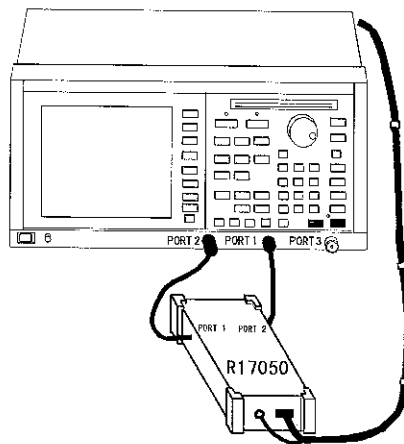

図 2-11 RF ポートの接続
- ③ 本器の RF ポートとネットワーク・アナライザの PORT1, PORT2 を接続します (図 2-11 参照)。